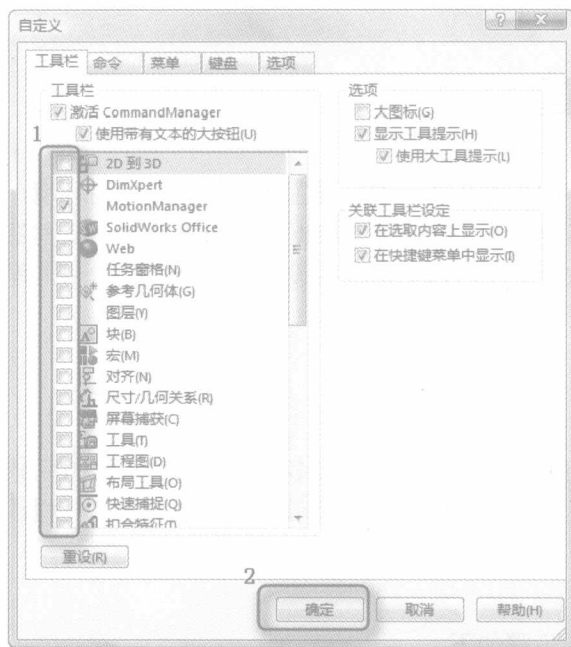

图 1-22 “自定义”对话框
(1) 执行命令。执行【工具】→【自定义】菜单命令，或者在工具栏区域单击鼠标用鼠标右键，在快捷菜单中选择“自定义”选项，此时系统弹出如图 1-22 所示的“自定义”对话框。
(2) 设置工具栏。选择对话框中的“工具栏”标签，此时会弹出系统所有的工具栏，勾选需要的工具栏。
(3) 确认设置。单击对话框中的【确定】按钮，则操作界面上会显示选择的工具栏。